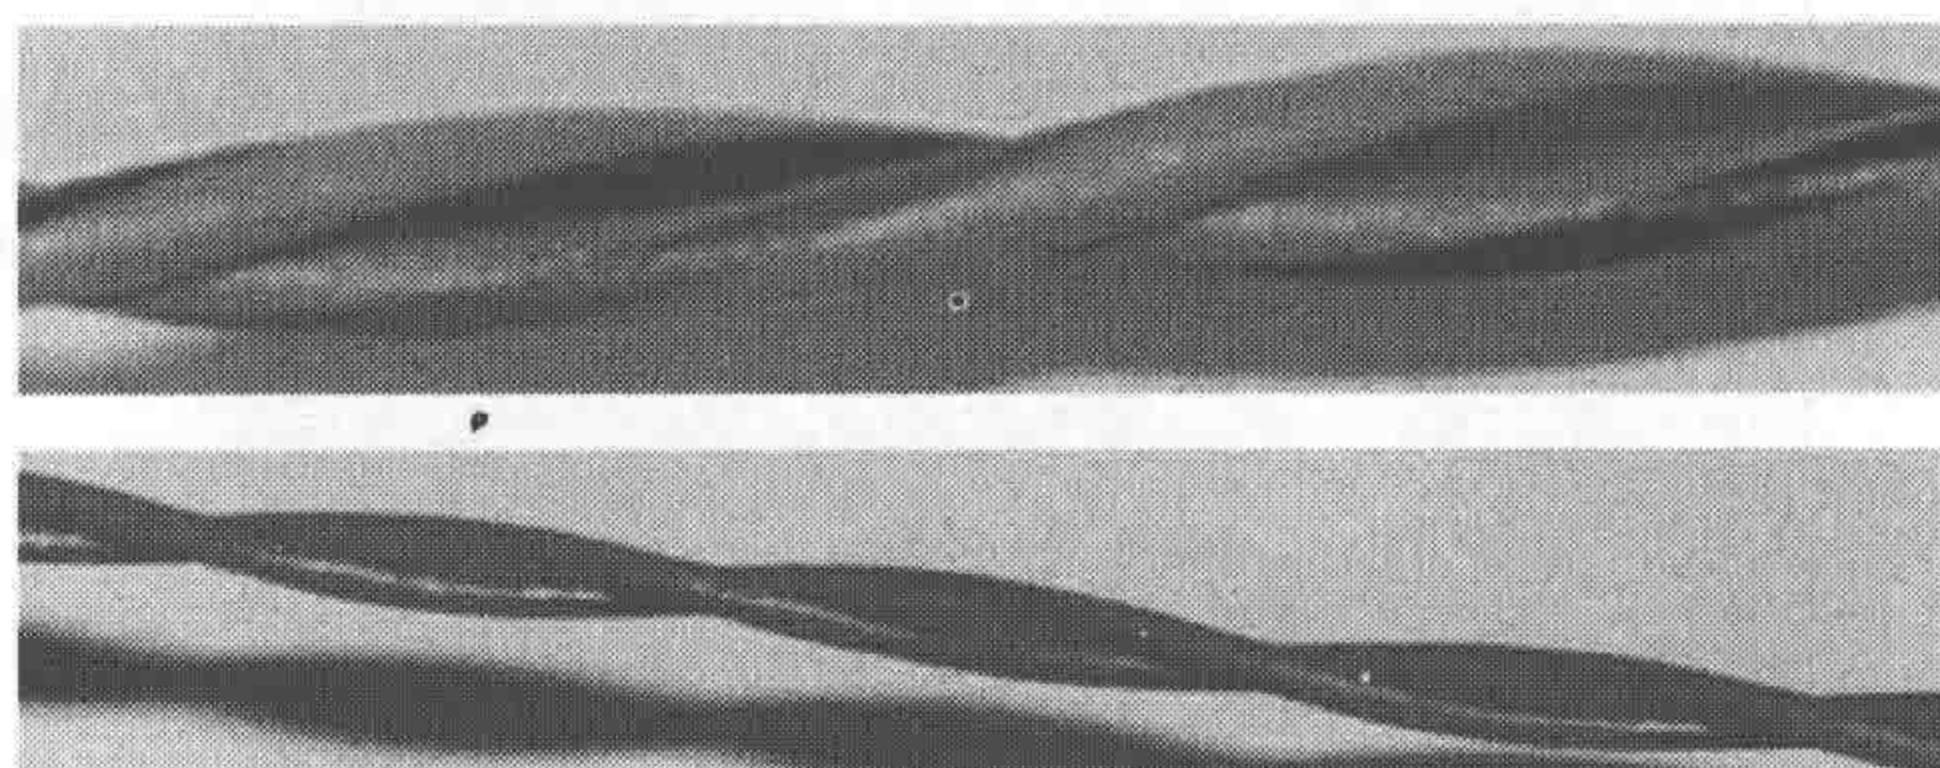

图 1-7 双绞线
(1) 双绞线 如图 1-7 所示，双绞线是局域网中最普通的传输媒体，它能传输模拟信号和数字信号，通信距离可达十几千米。